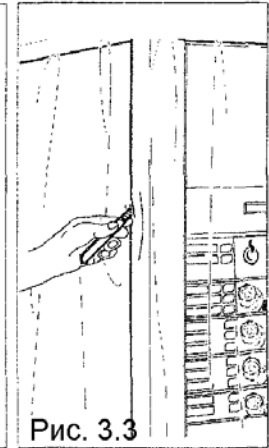

Рис. 3.3
- Освободите автомат от упаковки, разрезав защитную пленку, которой он обернут, вдоль одного из защитных уголков (рис. 3.3).